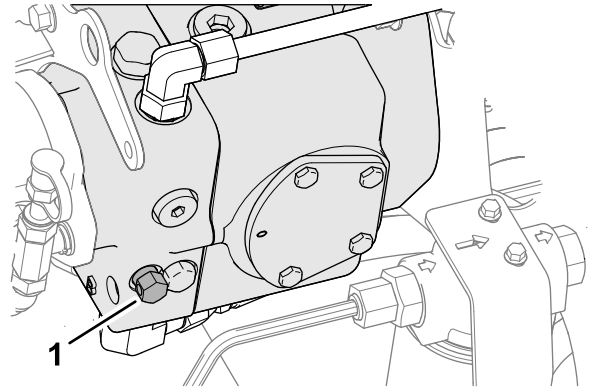

Bild 58
3. Drehen Sie an der Hydraulik-Verdrängerpumpe die Schraube des Sicherheitsventils um 1½ Umdrehungen, um das Ventil zu öffnen und Öl intern abzulenken (Bild 58).